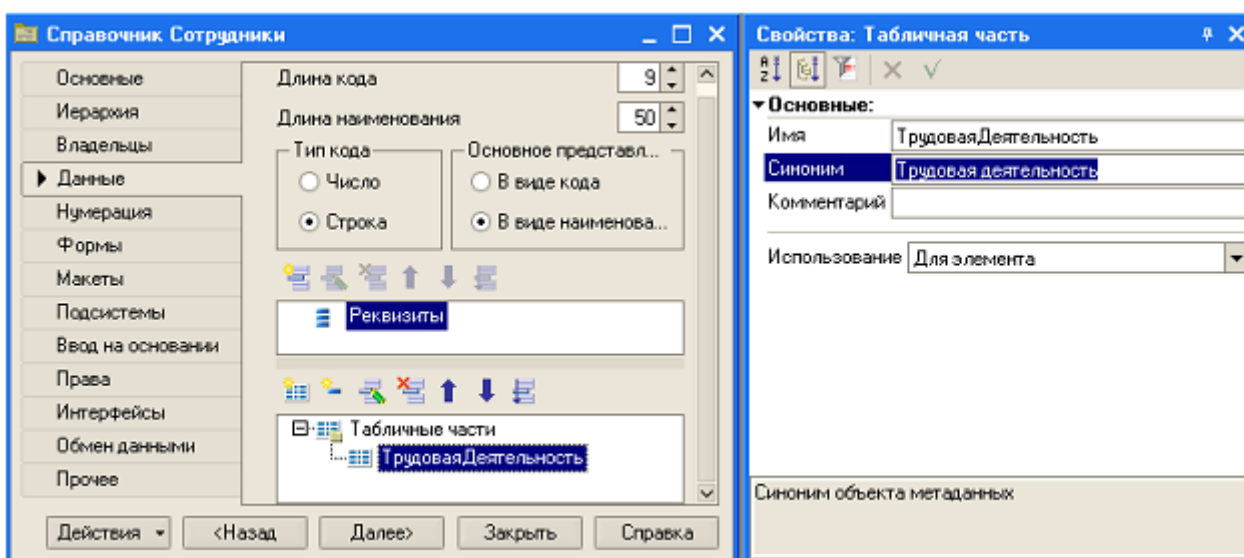

Рис. 21
- добавьте в справочник табличную часть и назначьте ей имя *Трудовая-Деятельность* (рис. 21);